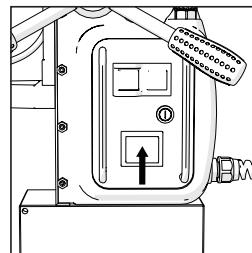

FIG. 4a
- Actionnez l'interrupteur à bascule Rouge sur le tableau de commutation de la machine pour magnétiser l'aimant. (**Fig. 4a**)